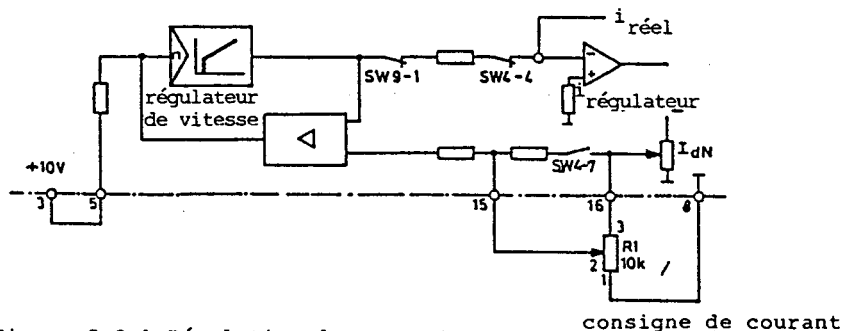

Figure 5.8.1 Régulation de courant
- Raccordement du potentiomètre R2 pour la consigne de courant selon la figure 5.8.1